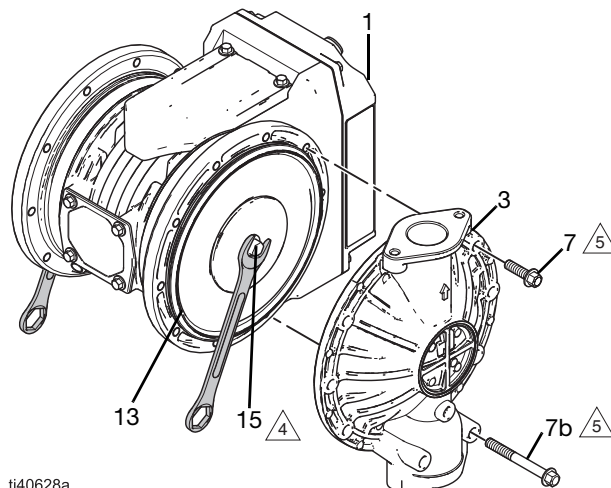

Fig. 17: Stringere membrane standard
Vedere FIG. 15–FIG. 17.
dell'albero (1a). Allo stesso tempo, usa chiave per allentare e rimuovere i tiranti della membrana (15). Vedere FIG. 17.
- b. Dopo che la parte piatta dell'albero (1a) è accessibile, utilizzare una chiave adatta per tenere saldamente in posizione la parte piatta dell'albero (1a). Al tempo stesso, utilizzare una chiave per allentare e rimuovere i tiranti della membrana (15). Vedere FIG. 17.
2. Installare i gruppi membrana assemblati nell'albero (1a) e serrare a mano i dispositivi di fissaggio (15).
3. Utilizzare una chiave adatta per tenere saldamente in posizione un elemento di fissaggio (15). Allo stesso tempo, utilizzare una chiave adatta per serrare il dispositivo di fissaggio opposto (15) a 50 ft-lb (68 N•m). Vedere FIG. 17.